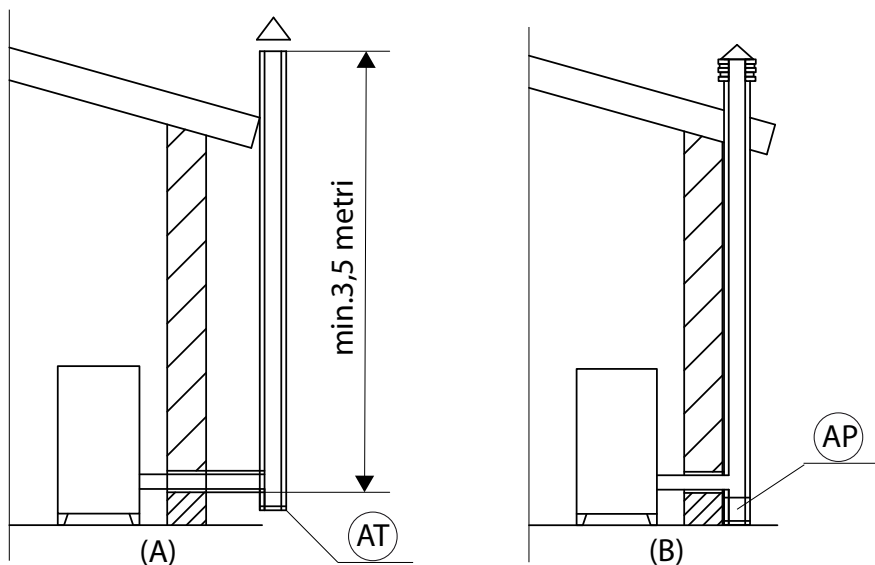

FIGURE 1 - CONDUIT DE FUMÉE
Un simple puits de lumière en ciment doit être entubé de manière appropriée. Dans les deux cas, prévoir un bouchon d'inspection (AT) ou un volet d'inspection (AP) - FIG. 1.